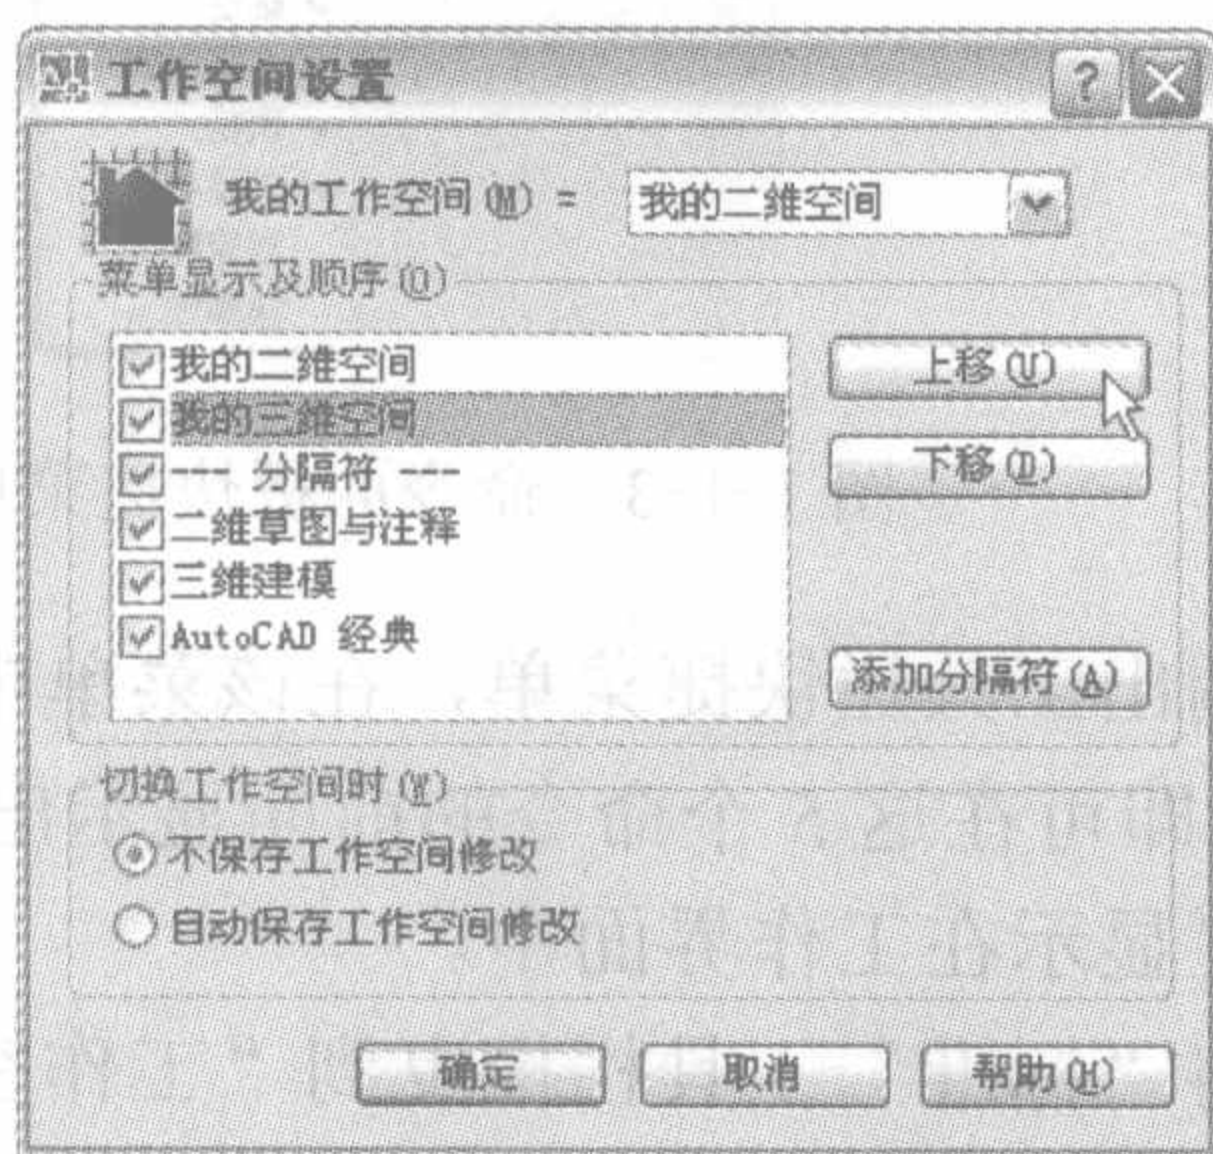

图 1-1-6 “工作空间设置”对话框
(7) 由于在 AutoCAD 2008 中，二维绘图和三维绘图所需使用的工具栏有较大的变化，用户还可以根据需要，使用上述方法设置一个三维绘图的工作空间界面，并将其以文件名“我的三维空间”保存下来，在绘图时根据需要选择不同的工作空间，提高绘图的效率。
(8) 单击“工具”→“工作空间”→“工作空间设置”菜单命令，或在“工作空间”工具栏中单击“工作空间设置”按钮，调出“工作空间设置”对话框，如图 1-1-6 所示。在该对话框中选中“我的二维空间”选项，多次单击“上移”按钮，将其位置移动到顶部以方便选择，如图 1-1-6 所示。